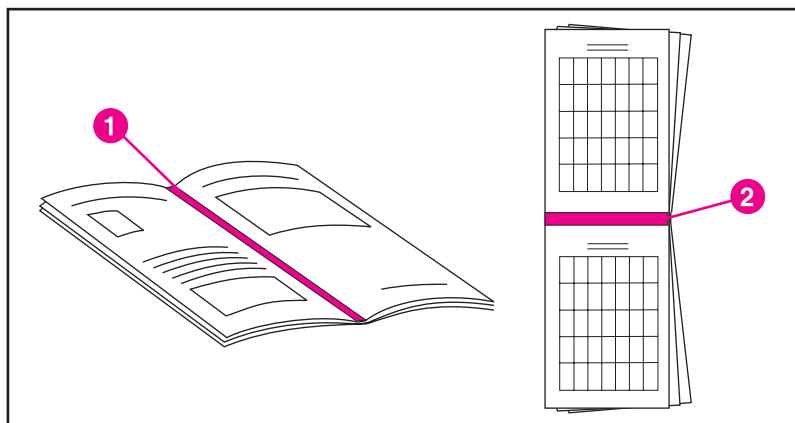

Abbildung 3-4 Bindungsoptionen
- 6 Drücken Sie auf **WERT**, um Bindung LANGE oder KURZE KANTE auszuwählen. (Siehe Abbildung 3-4.)
- *Bindung an langer Kante (Buchformat)*, die konventionelle Form der Buchbindung. (Siehe 1 in Abbildung 3-4.)
- *Bindung an kurzer Kante (Blockformat)*, eine häufig für Kalender verwendete Form der Buchbindung. (Siehe 2 in Abbildung 3-4.)